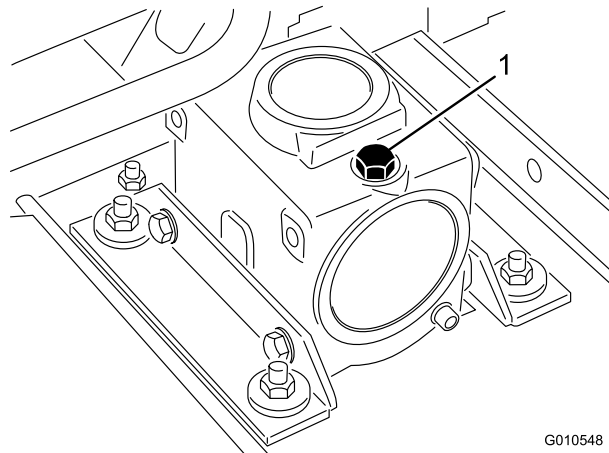

図 13
2. ギアボックス(図 13)の上部についているディップスティック兼プラグを外し、潤滑油がディップスティックの2つのマークの間であることを確認する。油量が少なければ2本のマークの間まで補給する。